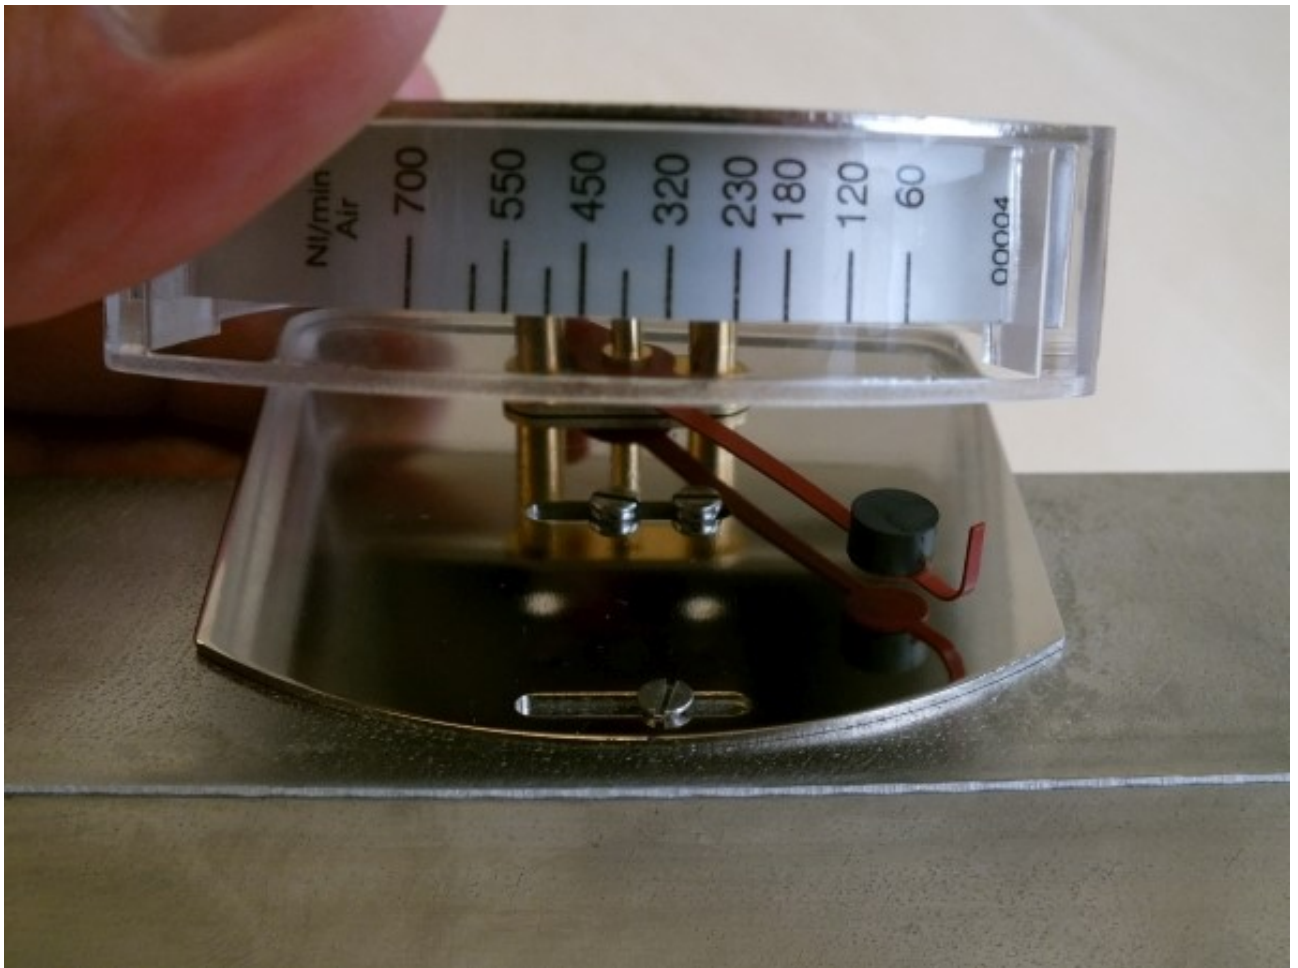

Abb. 43: Anzeigengehäuse abnehmen
2. ➤ Anzeige-Deckelplatte gemeinsam mit Kunststoffgehäuse vorsichtig nach oben von der Anzeige-Bodenplatte abziehen (Abb. 43) und entnehmen. Darauf achten, dass das Zeigerwerk nicht beschädigt wird